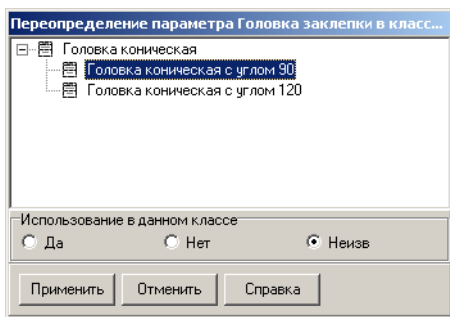

Рис. 4.133.
5. Дважды щелкните левой клавишей мыши по атрибуту *Головка заклепки*. Откроется окно переопределения параметра, в котором показан список допустимых типов атрибута (рис. 4.133).